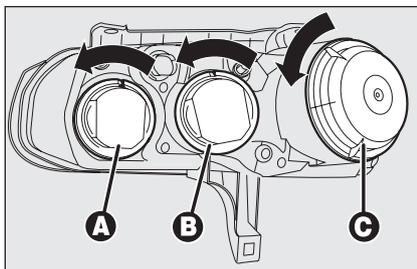

fig. 22
La disposizione delle lampade del gruppo ottico **fig. 22** è la seguente:
- ruotare in senso antiorario il coperchio **A-fig. 22**;
- ruotare in senso antiorario il coperchio **B-fig. 22**;
- ruotare in senso antiorario il coperchio **C-fig. 22**;